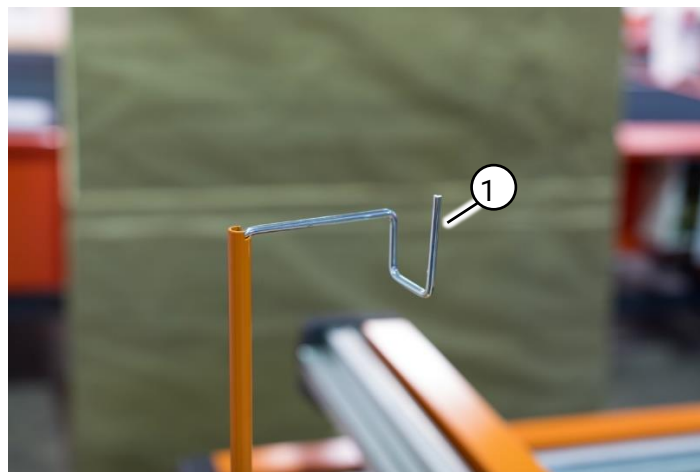

Fig. 21 Haak voor de snijtoortskabel
2. Steek de haak bovenin de paal (Fig. 21 (1)).